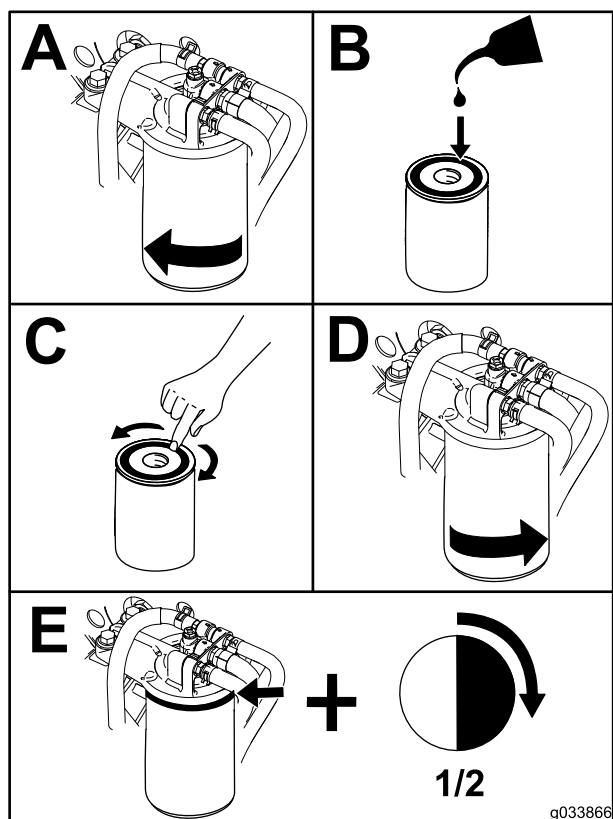

Figure 63
1. Nettoyez la surface autour de la tête du filtre (Figure 63).